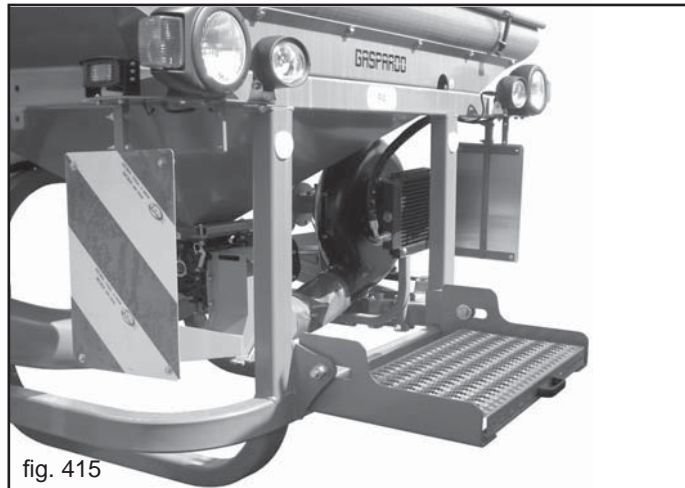

fig. 415
- 2) Ziehen Sie den Inspektionstrittbrett nach unten (Abb. 415).